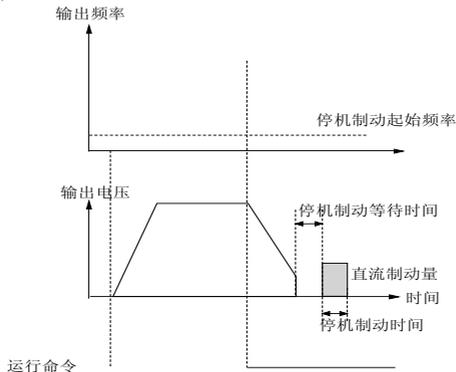

图 5-3-5 停机直流制动
- ◆ 用该端子对停机过程中的系统实施直流制动，实现电机的准确定位。制动起始频率、制动等待时间、制动电流在P1.11~P1.14中定义，制动时间取P1.15定义的时间与该控制端子有效持续时间的较大值，如图5-3-5所示。